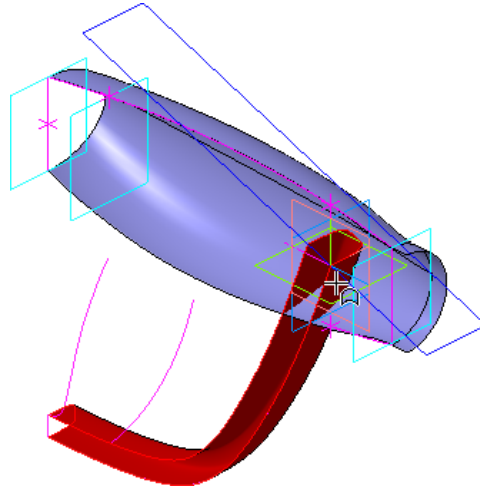

Рисунок 28.
- Разверните модель и укажите Гарду — поверхность для усечения (рис. 28).